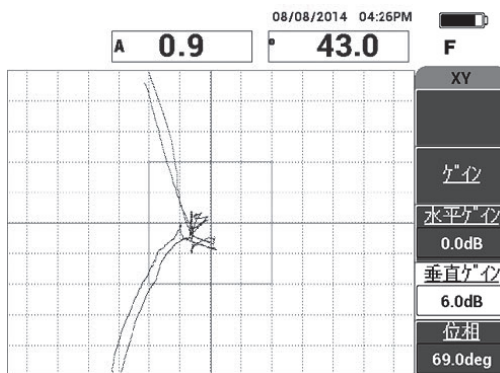

図 6-9 水平ゲインと垂直ゲインの調整
5. 必要な場合は、**水平ゲイン**（C キー）と**垂直ゲイン**（D キー）を調整して、手前側と反対側の剥離をはっきり識別できるようにします（139 ページの図 6-9 参照）。